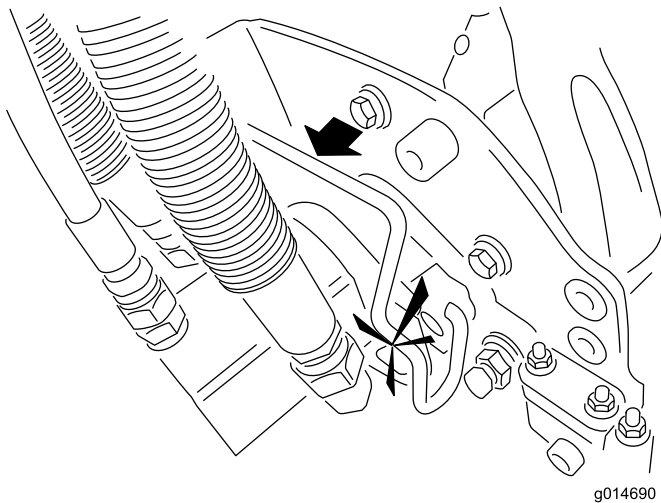

Bild 35
- Schmieren Sie Keilwelle des Mähwerkmotors mit sauberem Schmiermittel ein (Bild 35).
- Setzen Sie den Motor in die linke Seite des Mähwerks (aus Sicht der Bedienerstellung) und ziehen Sie die Motorbefestigungsstange am Mähwerk zum Motor, bis Sie einen deutlichen Klicken von beiden Seiten des Motors hören (Bild 35).